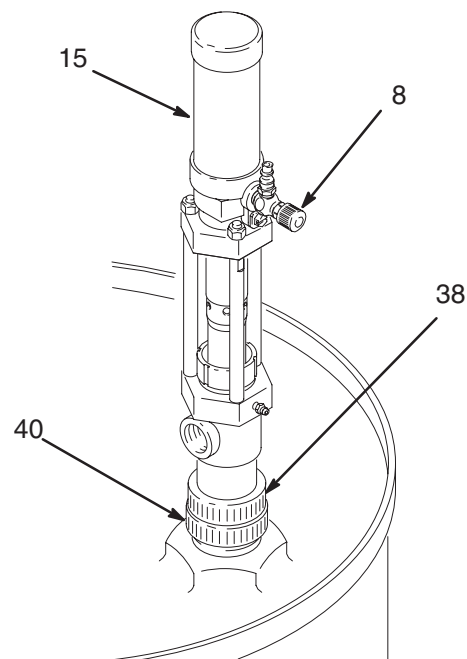

Fig. 1
1. Visser l'adaptateur de bonde (40) et la pompe sur le couvercle du fût en veillant à l'étanchéité. Voir la Fig. 1.
2. Bien serrer la bague d'arrêt (38) pour assurer une parfaite étanchéité.
3. Séparer en deux l'étiquette d'identification (15) le long de la perforation. Nettoyer la surface du moteur pneumatique avec du solvant et appliquer l'étiquette correspondante (RES ou ISO) pour identifier le type de produit pompé.